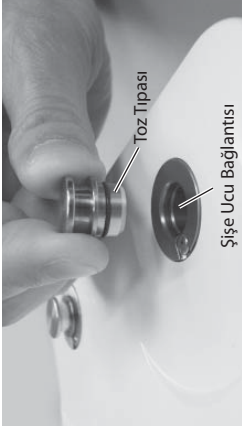

Fig.2
- 1) Şişe ucu bağlantı konnektöründeki toz tipasını sökünüz. (Fig. 2)